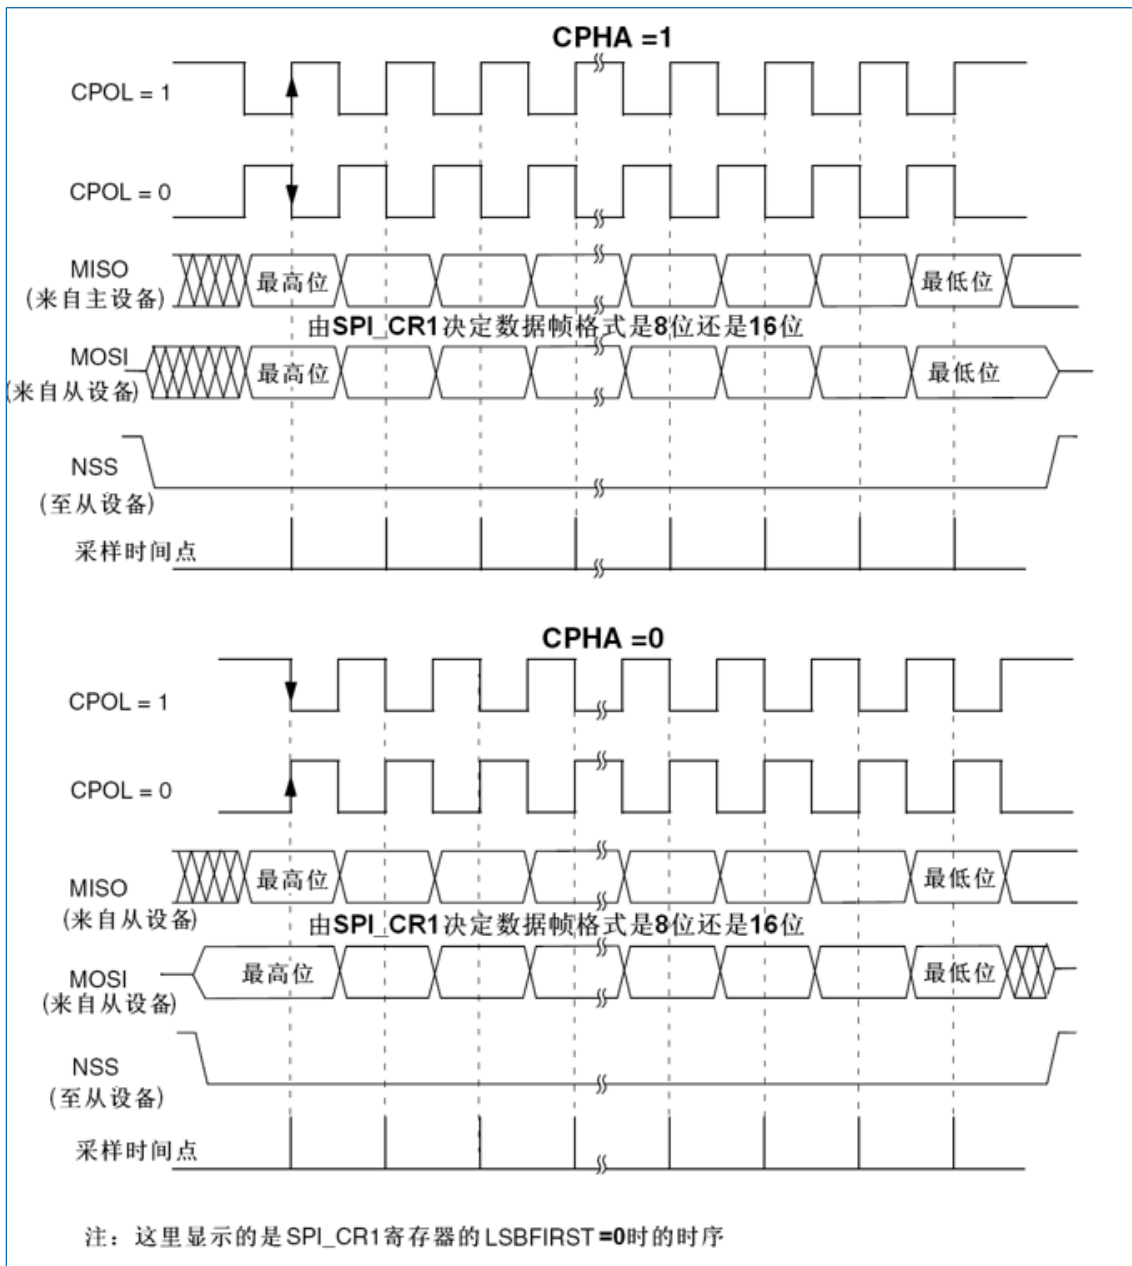

图 23-3 数据时钟时序图
2. 选择 CPOL 和 CPHA 位来定义数据传输和串行时钟之间的相位关系（见图 23-3）。为保证正确的数据传输，从设备和主设备的 CPOL 和 CPHA 位必须配置成相同的方式。
2. 选择 CPOL 和 CPHA 位，定义数据传输和串行时钟间的相位关系（见图 23-3）。